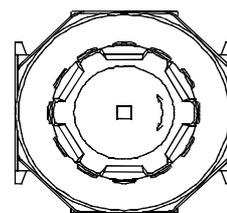

图 2
- 2) 向 H 方向（顺时针方向）旋转时压力上升，向 L 方向（逆时针方向）旋转时压力下降。（如图 2 所示）